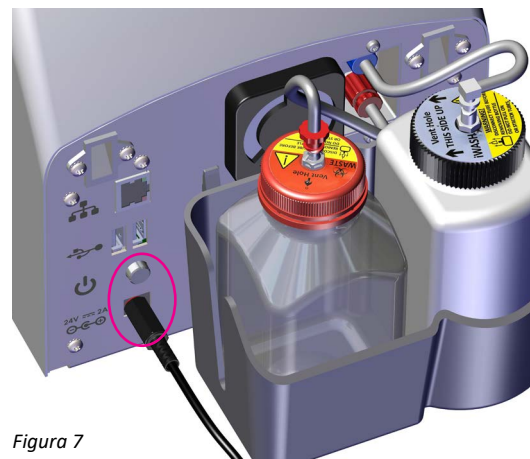

Figura 7
1. Conecte el cable de alimentación a la fuente de alimentación (Figura 7).
1. Para encender la unidad, pulse el interruptor de encendido/apagado situado en la parte posterior del instrumento (Figura 7).